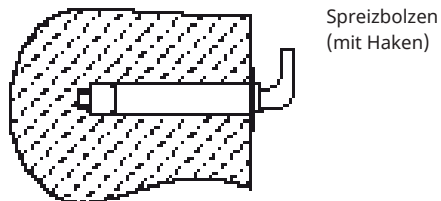

Abbildung 2
- Nachdem Sie einen geeigneten Standort ausgewählt haben, bestimmen Sie die Positionen der beiden Löcher, die für die Dehnungsbolzen mit Haken verwendet werden. Bringen Sie zwei Löcher mit der entsprechenden Tiefe und Größe in der Wand an, die zu den Dehnungsbolzen passen, die mit dem Erhitzer verbunden sind, setzen Sie die Schrauben ein, drehen Sie den Haken nach oben, ziehen Sie die Muttern an, um ihn fest zu befestigen, und hängen Sie dann den elektrischen Warmwasserbereiter daran auf (siehe Abb. 2).